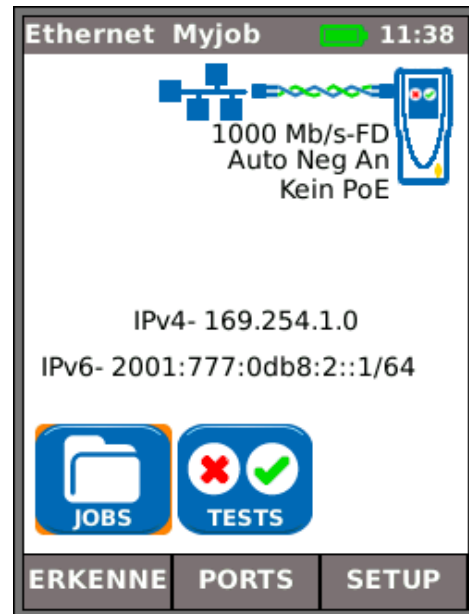

Abb. 9
(2) Bei Anschluss des Display-Handgeräts über Kupfer- oder Glasfaserkabel an ein aktives Netzwerk: den Softkey ERKENNE (F1) drücken, um alle verfügbaren Optionen aufzurufen (Abb. 9). IP-Tests können daraufhin ausgeführt werden. Für eine vollständige Beschreibung dieser Optionen siehe – *Beschreibung des Testmenüs – Ethernet-Modus, Seite 25*.